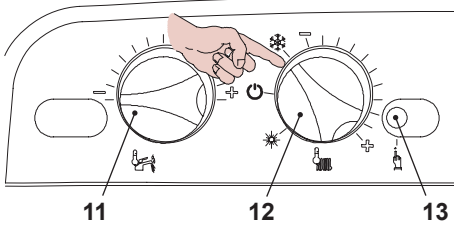

Рисунок 5.94
- Установите регуляторы 11 и 12 так, как показано на рисунке, см. Рисунок 5.94.
- Чтобы настроить частоту повторного включения котла, войдите в режим программирования, нажав и удерживая в течение 15 секунд кнопку перезапуска 13, см. Рисунок 5.94, пока на ЖК-дисплее не появится параметр **P01**, на ЖК-дисплее последовательно отобразятся следующие символы (параметр **P01** будет загораться поочередно с --- --).
- Нажмите кнопку перезапуска 13, см. Рисунок 5.94, и пролистайте параметры до
- Чтобы изменить настройку, поверните регулятор температуры воды горячего водоснабжения 11, см. Рисунок 5.94, и установите его на выбранное время, см. Рисунок 5.98 (регулятор установлен на повторное включение через каждые три минуты).